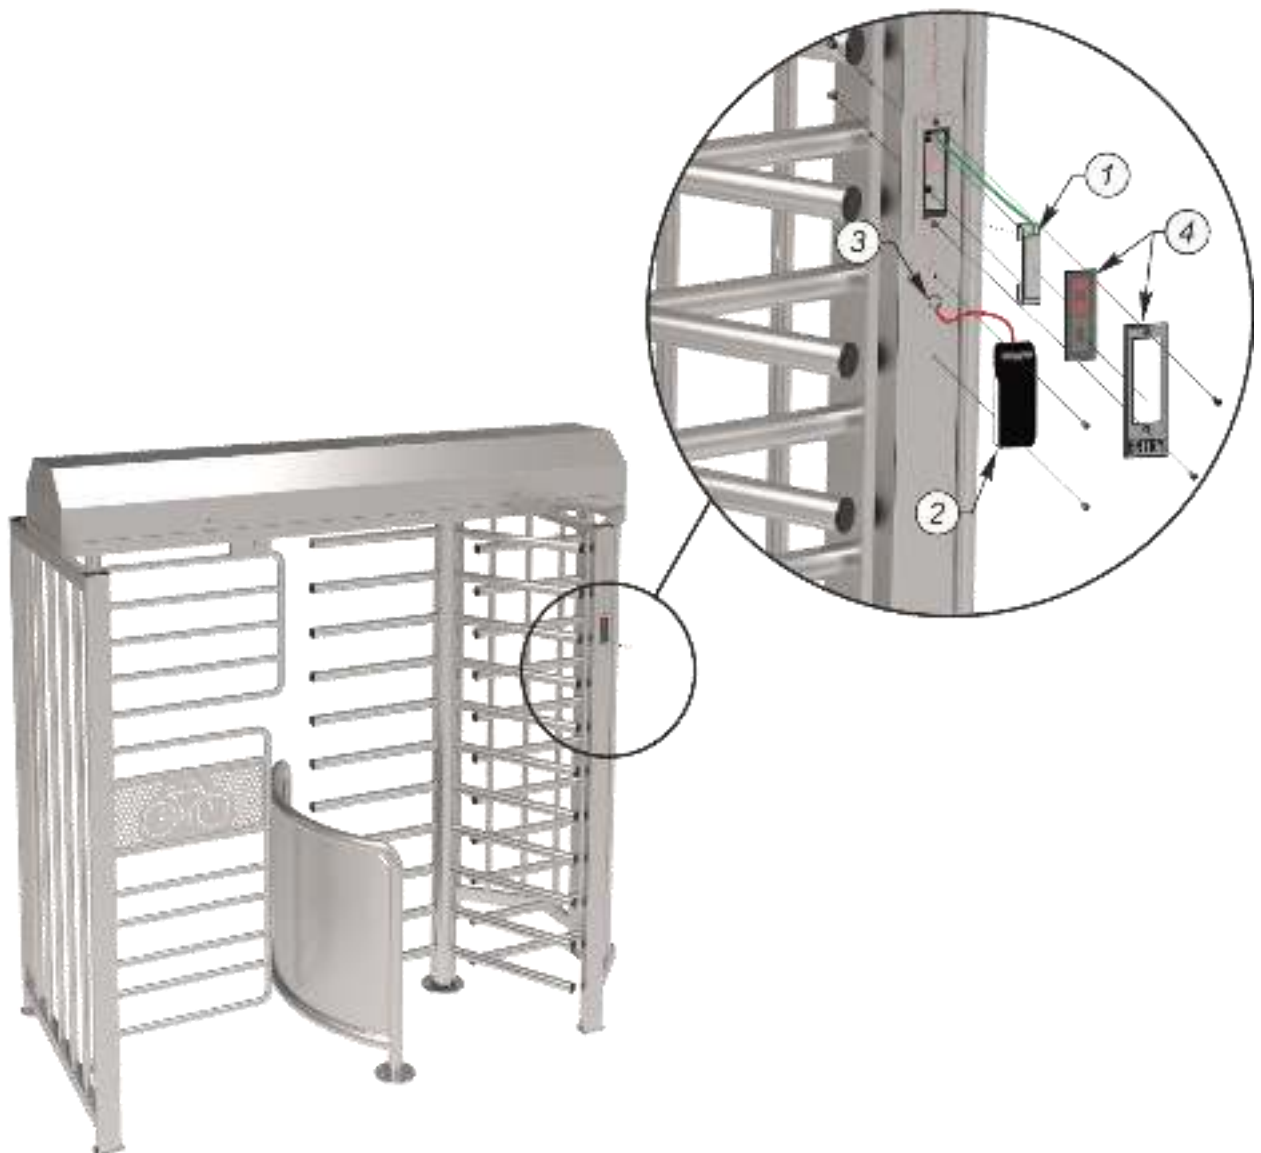

Рис.14 - Встановлення зчитувача безконтактних карт та табло індикації
- Зробіть отвори (3) біля табло індикації у торці стінки проходу (див. рис. 14), за розміром відповідно до обраного замовником зчитувача. Протягніть кабель до контейнера, закріпіть зчитувач (2) на стійці та підключіть;
- Встановіть кронштейн з індикацією (1) у стінку проходу, протягніть кабель до контейнера, встановіть панель (4) на світлове табло індикації та закріпіть гвинтами.